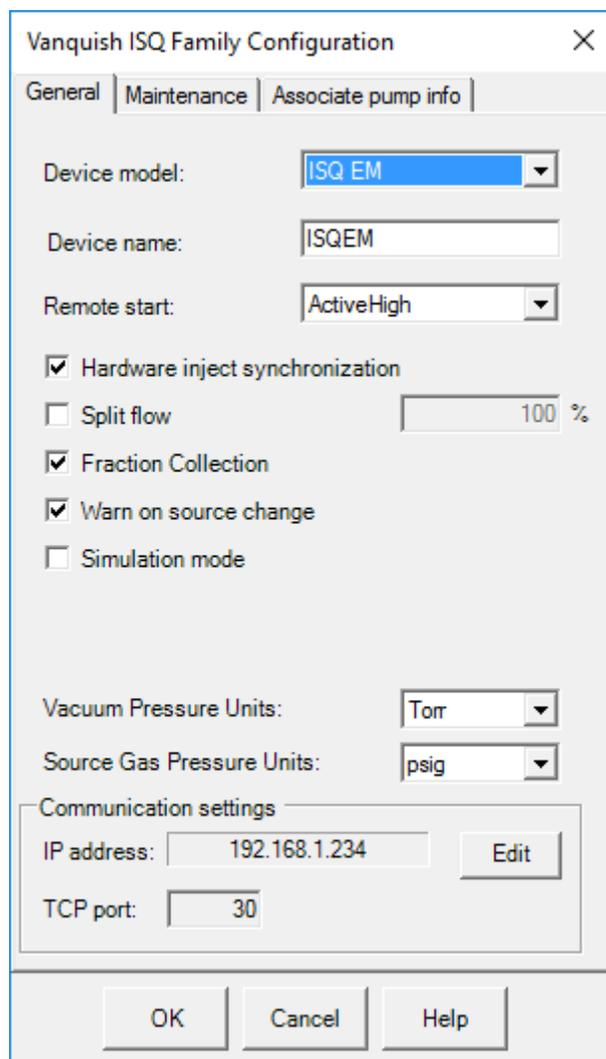

Figure 64 : configuration de la famille ISQ MS : onglet General
- 6) Si vous achetez un PC avec le spectromètre de masse, l'instrument sera configuré automatiquement et affichera une adresse IP. Reportez-vous à la Figure 64.